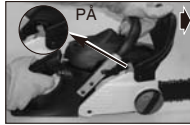

Fig. 6B
2. KJEDEBREMSEN er AKTIVERT (kjeden er stoppet) når bremsespaken er i fremoverposisjon og kjedebremsehendelen er i PÅ-posisjon. Du bør ikke kunne bevege kjeden. (Fig. 6B)